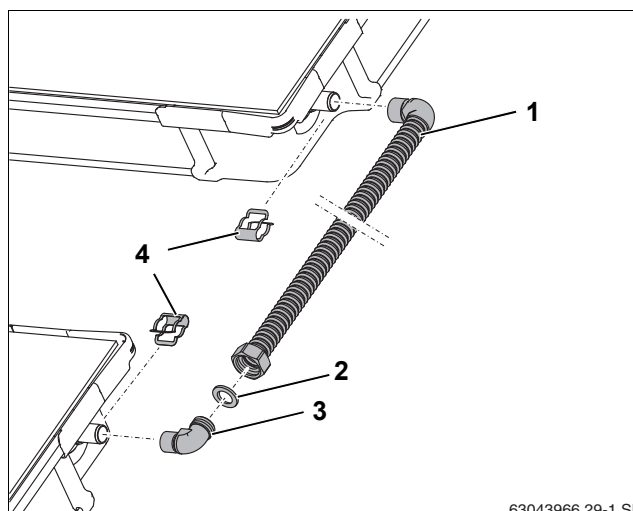

Рис. 60 Комплект для соединения двух рядов коллекторов
Если соединительную трубу (рис. 60, [1]) нужно укоротить, то следуйте указаниям по монтажу, приведенным в Глава "Подготовка соединительной трубы" стр. 36.
- ▶ Уложите уплотнение (рис. 60, [2]) в накидную гайку.
- ▶ Вставьте уголок (рис. 60, [3]) в накидную гайку G1, выровняйте его и прикрутите.
- ▶ Наденьте соединительную трубу (рис. 60, [1]) на штуцеры коллекторов и зафиксируйте зажимами (рис. 60, [4]) из комплекта для подключения.